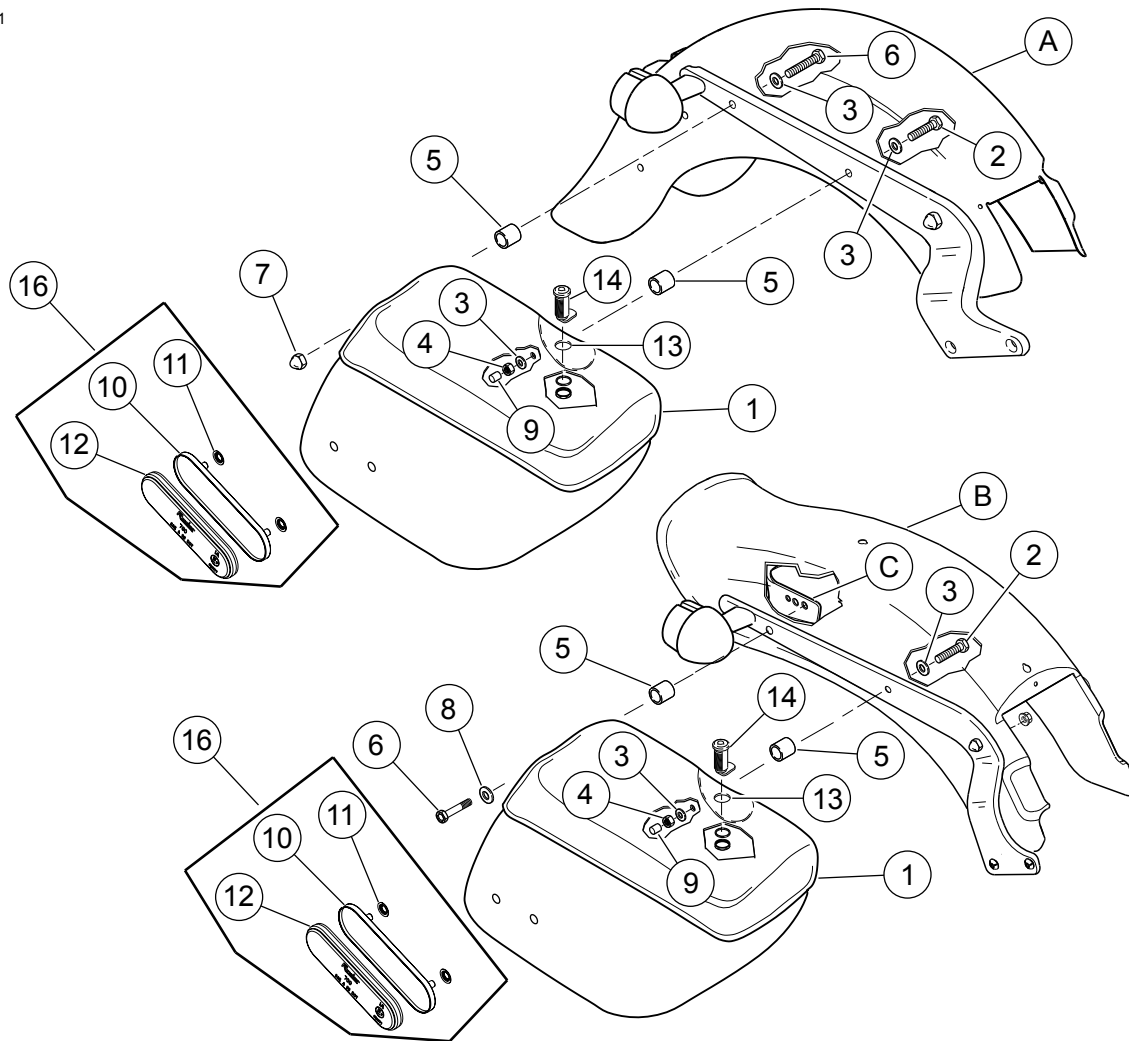
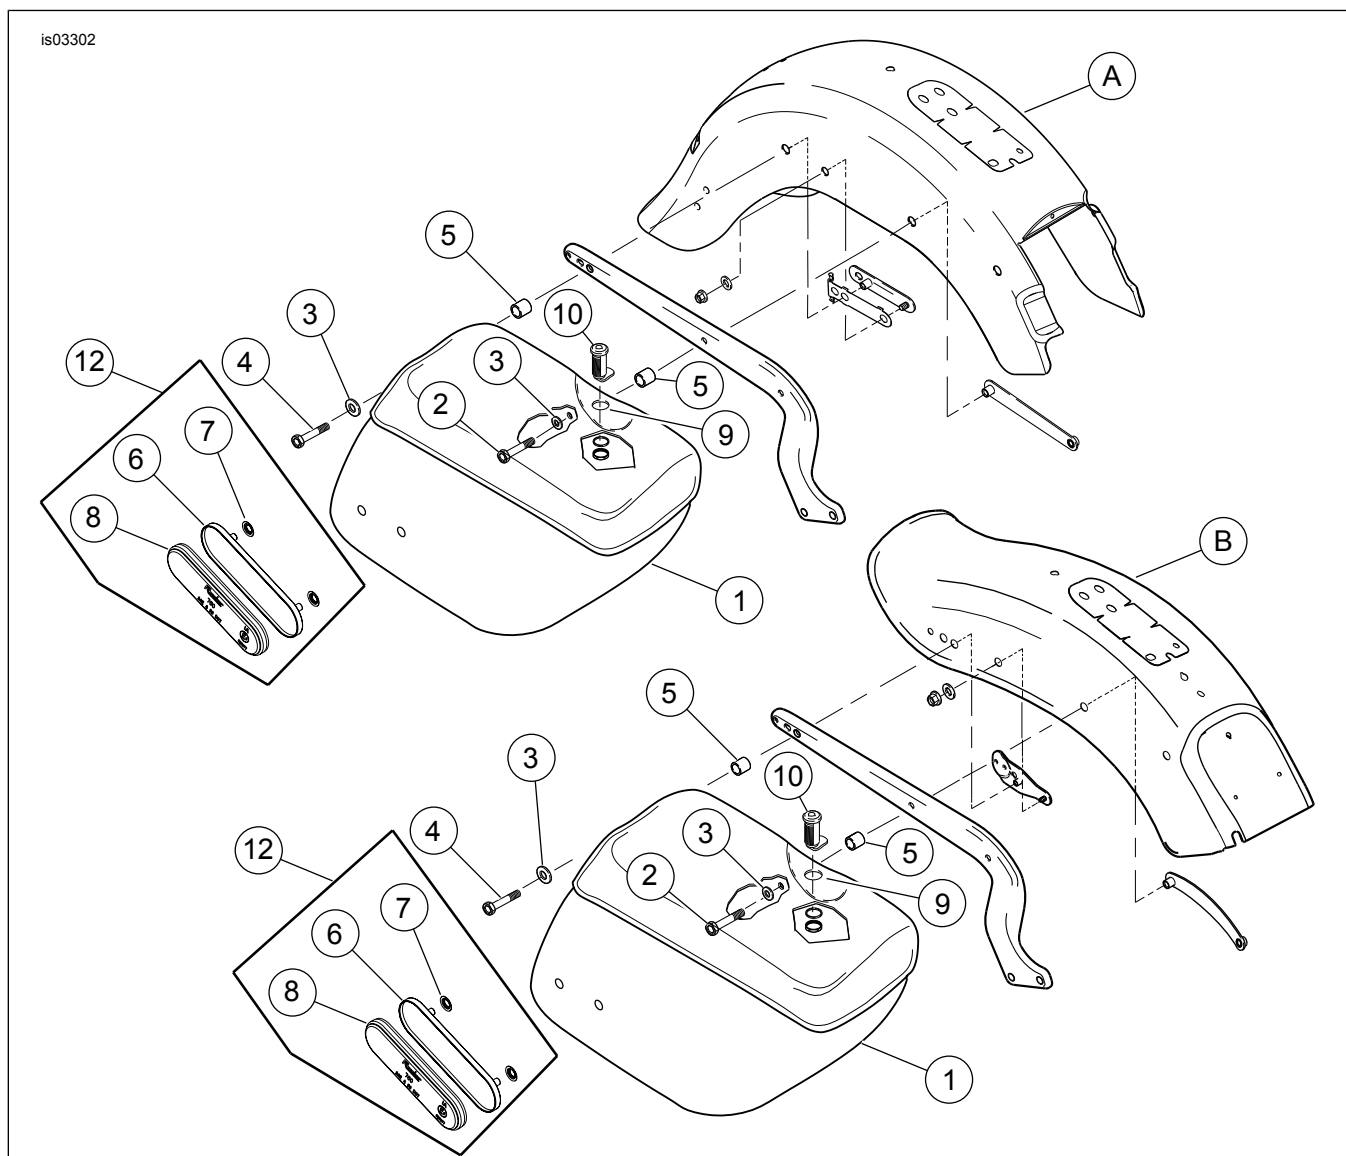

Abbildung 5. Ersatzteile: Satteltaschensatz „Softail“ (Einbau an FLST- und FXST-Modellen von 2000 bis 2002 dargestellt)
Abbildung 6. Ersatzteile: Satteltaschensatz „Softail“ (Einbau an FLST- und FXST-Modellen ab 2003 dargestellt)
2. Siehe Abbildung 5. Die Vorderseite der Satteltasche (1) folgendermaßen am Schutzblech anbringen:
- a. Ohne Distanzstücksatz: Die Schraube (2), Unterlegscheibe (3) und Mutter (4) verwenden. Mit der Hand anziehen, damit sie in der Einbaustellung bleibt.
- b. *Mit Distanzstücksatz:* Die Schraube (2), Unterlegscheibe (3), Mutter (4) und Distanzstück (5) verwenden. Mit der Hand anziehen, damit sie in der Einbaustellung bleibt.
3. Die Rückseite der Satteltasche (1) folgendermaßen am Schutzblech anbringen: **FLST-Modelle:FXST-Modelle:**
- a. *Ohne Distanzstücksatz:* Schraube (6), Unterlegscheibe (3) und Hutmutter (7) verwenden. Mit der Hand anziehen, damit sie in der Einbaustellung bleibt.
- b. *Mit Distanzstücksatz:* Schraube (6), Unterlegscheibe (3), Hutmutter (7) und Distanzstück (5) verwenden. Mit der Hand anziehen, damit sie in der Einbaustellung bleibt.
- c. *Ohne Distanzstücksatz:* Schraube (6) und Unterlegscheibe (8) verwenden. Die Schraube wird in den Einsatz der Kennzeichenhalterung (A) geschraubt. Mit der Hand anziehen, damit sie in der Einbaustellung bleibt.
- d. *Mit Distanzstücksatz:* Schraube (6), Unterlegscheibe (8) und Distanzstück (5) verwenden. Mit der Hand anziehen, damit sie in der Einbaustellung bleibt.
5. Siehe Abbildung 5. Den Gewindeschutz (9) auf das Ende der vorderen Schraube (2) schieben.
2. *Ohne Distanzstücksatz:* Siehe Abbildung 6. Die Vorder- und Rückseite der Satteltasche mit der Schraube (2, 4) und Unterlegscheibe (3) anbringen. Mit der Hand anziehen, damit sie in der Einbaustellung bleibt. *Mit Distanzstücksatz:* Die Vorder- und Rückseite der Satteltasche mit der Schraube (2, 4), Unterlegscheibe (3) und Distanzstück (5) anbringen. Mit der Hand anziehen, damit sie in der Einbaustellung bleibt.
- Siehe Abbildung 5 und Abbildung 6. Die Reflektorhalterung in der rechten unteren Ecke der Satteltasche in Stellung bringen.